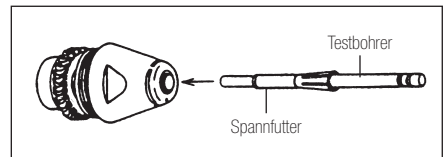

Abb.13
- Eine dünne, oberflächliche Ölschicht auf das neue oder gereinigte Spannfutter auftragen, Testbohrer einsetzen und Spannfutter in den Rotorschacht drücken (Abb. 13).